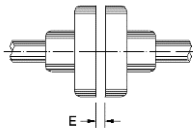

图 4.18：联轴器的轴向间隙 (E)
仔细对准轴端，应当尽可能使用柔性联轴器，并在联轴器之间留有最小3 mm的间隙 (E)，如图4.18所示。